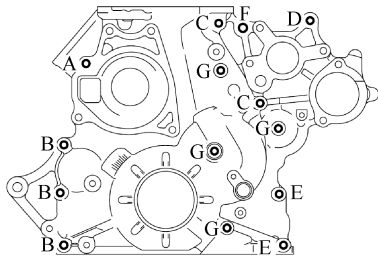

图 4-15 正时齿轮箱固定螺栓与螺母
3) 将固定螺母和螺栓安装到正时齿轮箱上图 4-15 所示位置，螺栓/螺母规格见表 4-1。